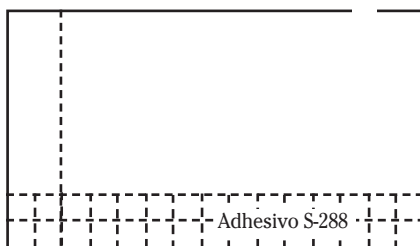

Fig. 2
1. Aplique el adhesivo S-288 en bandas de dos o tres pies (Fig. 2). No aplique más adhesivo que el que pueda cubrir en 20 minutos. Permitir un tiempo de exposición al aire de 10 minutos y ajustar la baldosa del borde apretadamente reduce el desplazamiento de las baldosas y el rezumado del adhesivo. No permita que el adhesivo seque completamente.